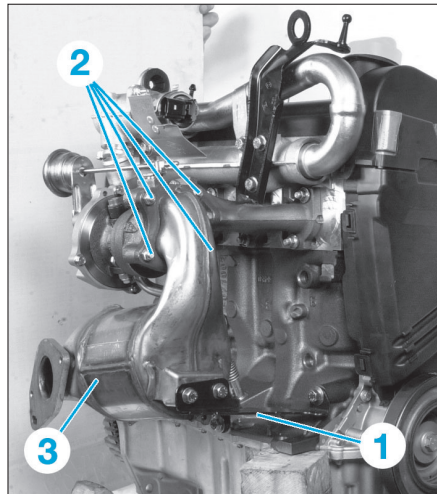

Fig. 4
- le support (1) et les vis (2) puis déposer le catalyseur (3) (Fig.4).